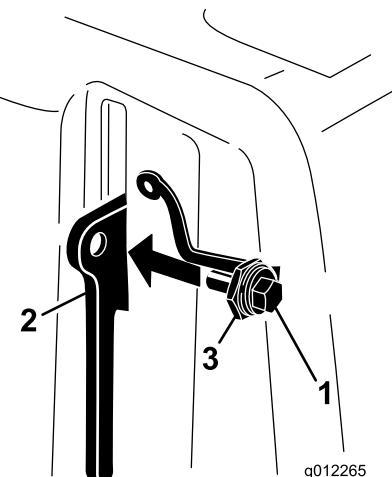

Figura 18
- Enrosque el perno en la palanca de enganche (Figura 18).